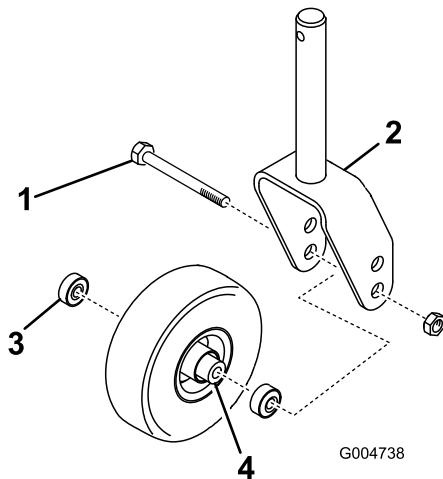
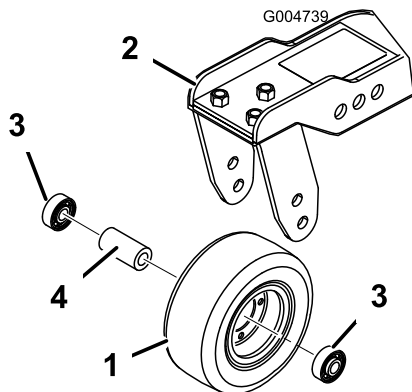

Bild 107
Bild 108
1. Entfernen Sie die Sicherungsmutter von der Schraube, mit der das Laufrad zwischen der Laufradgabel (**Bild 107**) oder dem Laufradgelenkarm (**Bild 108**) befestigt ist.